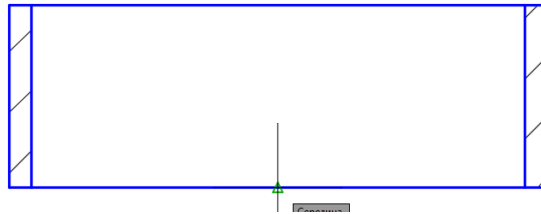

Рис. 99. Чертеж верхней части оросителя
– на свободном месте чертежа создать прямоугольник со сторонами 400, 135 (рис. 99). Затем объект разрушить с помощью команды **Расчленить**. Задать толщину стенок 16 мм. Создать штриховку стенок (ANSI31, Угол 0° , Масштаб 8).